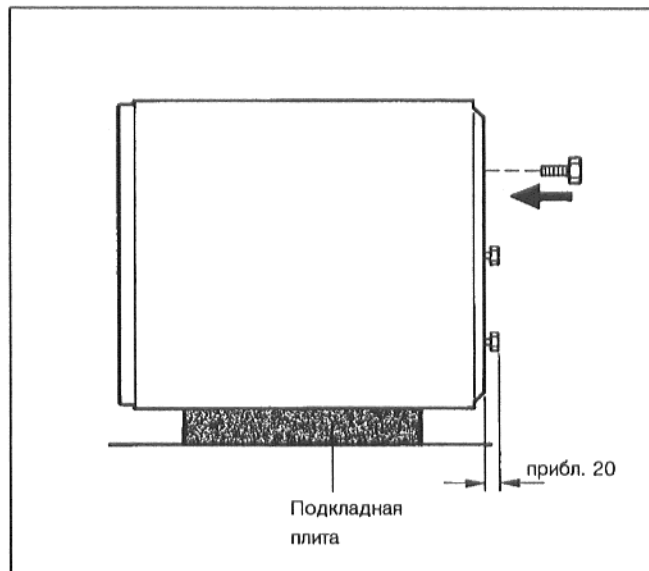

Рис. 4 – Принципиальное изображение
- Установить бойлер боковой стороной на подкладную плиту через край нижней палеты (Рис. 4).
- Ввинтить внизу 3 винтовых опоры в бак бойлера, чтобы они выступали примерно на 20 мм (Рис. 4).